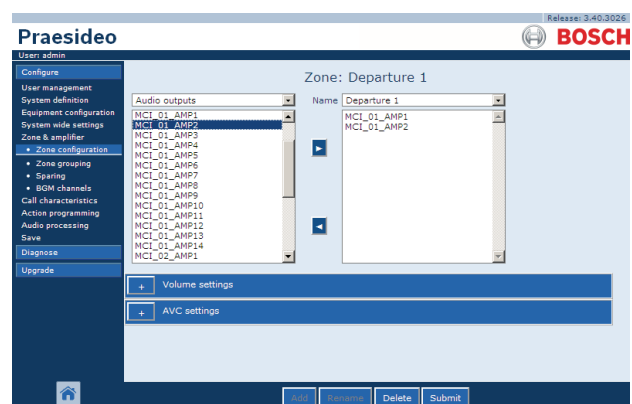

figura 46.3: Agregar zona, paso 1
- 1 Vaya a *Configure > Zone & amplifier > Zone configuration*. Aparece una pantalla similar a la mostrada en figura 46.3 en el cuadro principal de la interfaz Web.